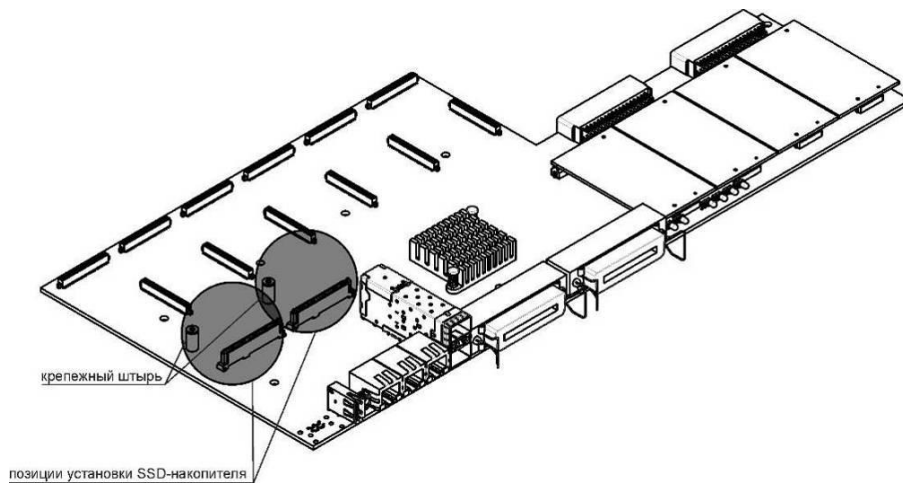
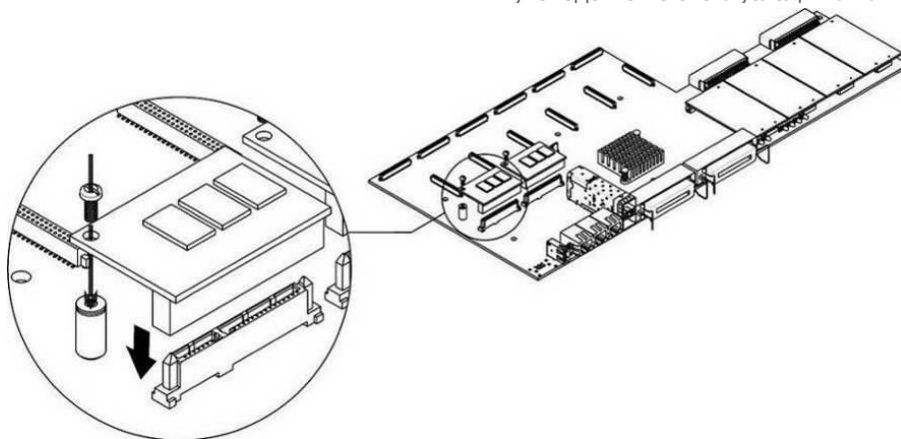

Рисунок 22 – Установка SSD-накопителя
Рисунок 23 – Монтаж SSD-накопителя
5. Если на плате устройства отсутствует крепежный штырь (см. рисунок 22), необходимо использовать съемную стойку:
6. Установить накопитель в свободную позицию – всего доступно 2 позиции (см. рисунок 22) и, если на плате присутствует крепежный штырь, закрепить винтом, рисунок 23.